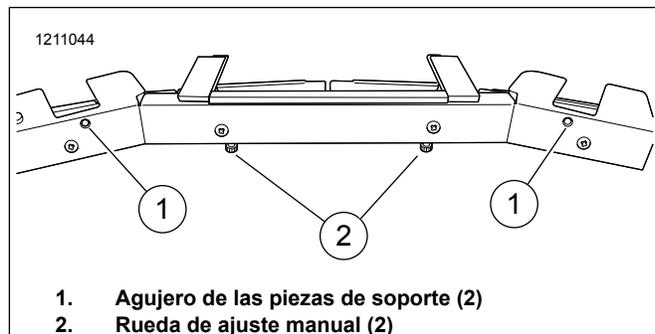

Figura 4. Agujeros de montaje de las piezas de soporte
3. Vea la Figura 4. Coloque la luz en un área de trabajo con las ruedas de ajuste manual (2) hacia abajo y los agujeros de las piezas de soporte (1) hacia arriba.
12. Vea la Figura 4. Apriete el tornillo de la pieza de soporte de montaje (2) para asegurar la luz al parabrisas.